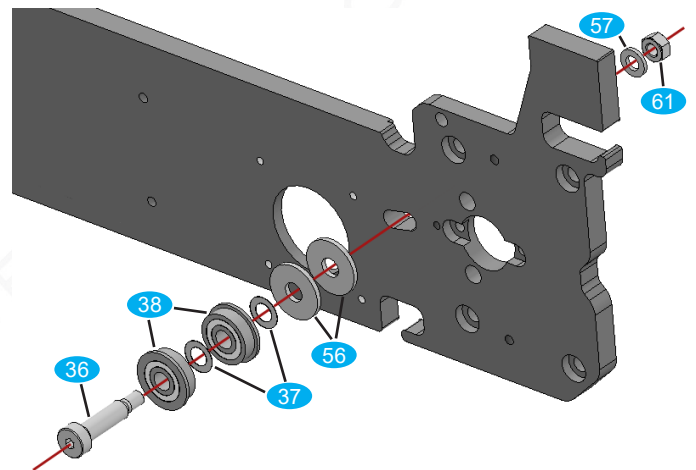

Bild 23: Montage der Spannrolle (umliegende Bauteile sind der besseren Übersicht wegen nicht dargestellt)
- Montieren Sie die Spannrolle, wie in Bild 23 gezeigt. Ziehen Sie die Verschraubung noch nicht fest.